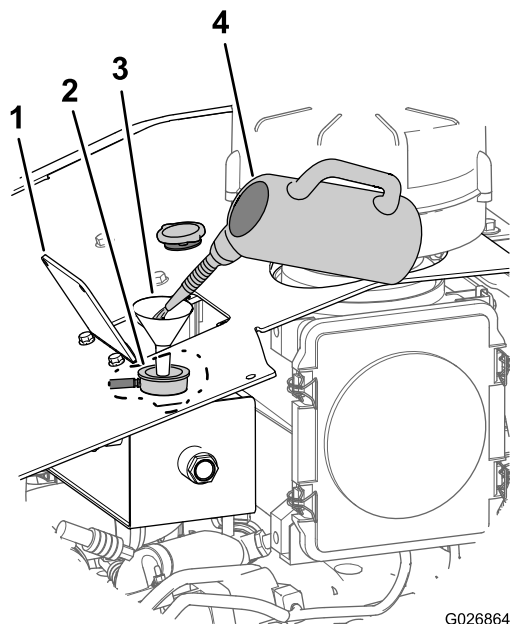

Figura 107
- B. Aggiungete una soluzione detergente per impianti di raffreddamento all'impianto di raffreddamento attraverso il collo del serbatoio di recupero (Figura 107).